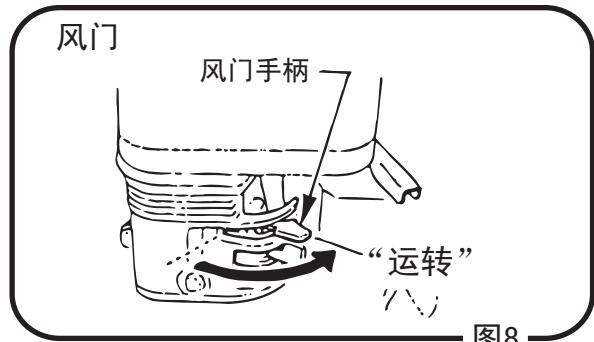

图8
- 发动机启动后，根据发动机的声音逐渐将风门的手柄慢慢板到全开（运转）位置。（图 8）